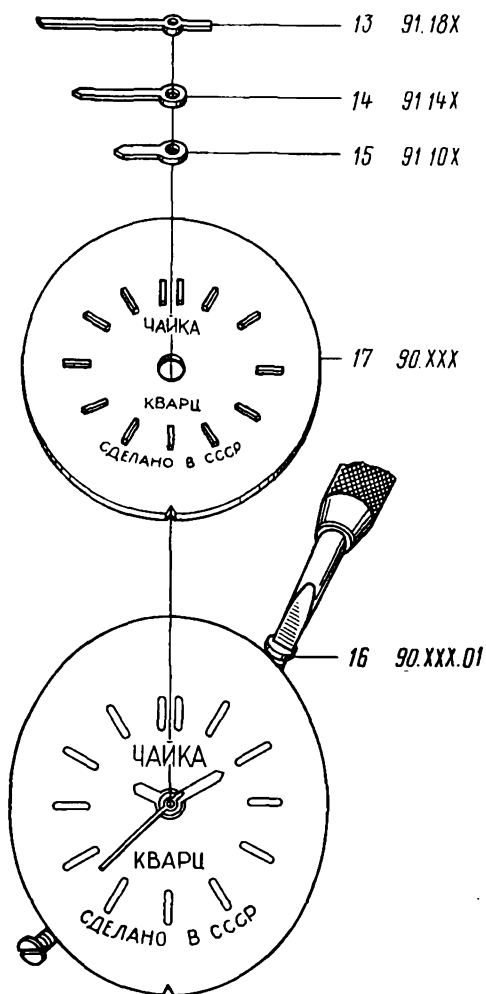

Рис. 23
16. Снять стрелку секундную 13 (рис. 23)